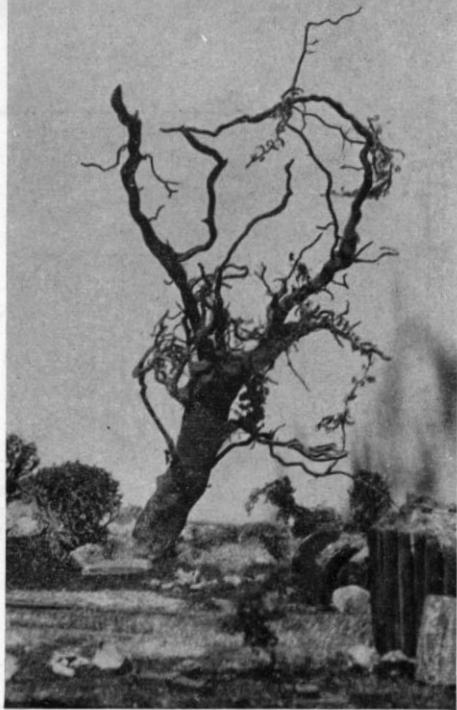

Abb. 1.
1. Der knorrige Herbstbaum (Abb. 1)